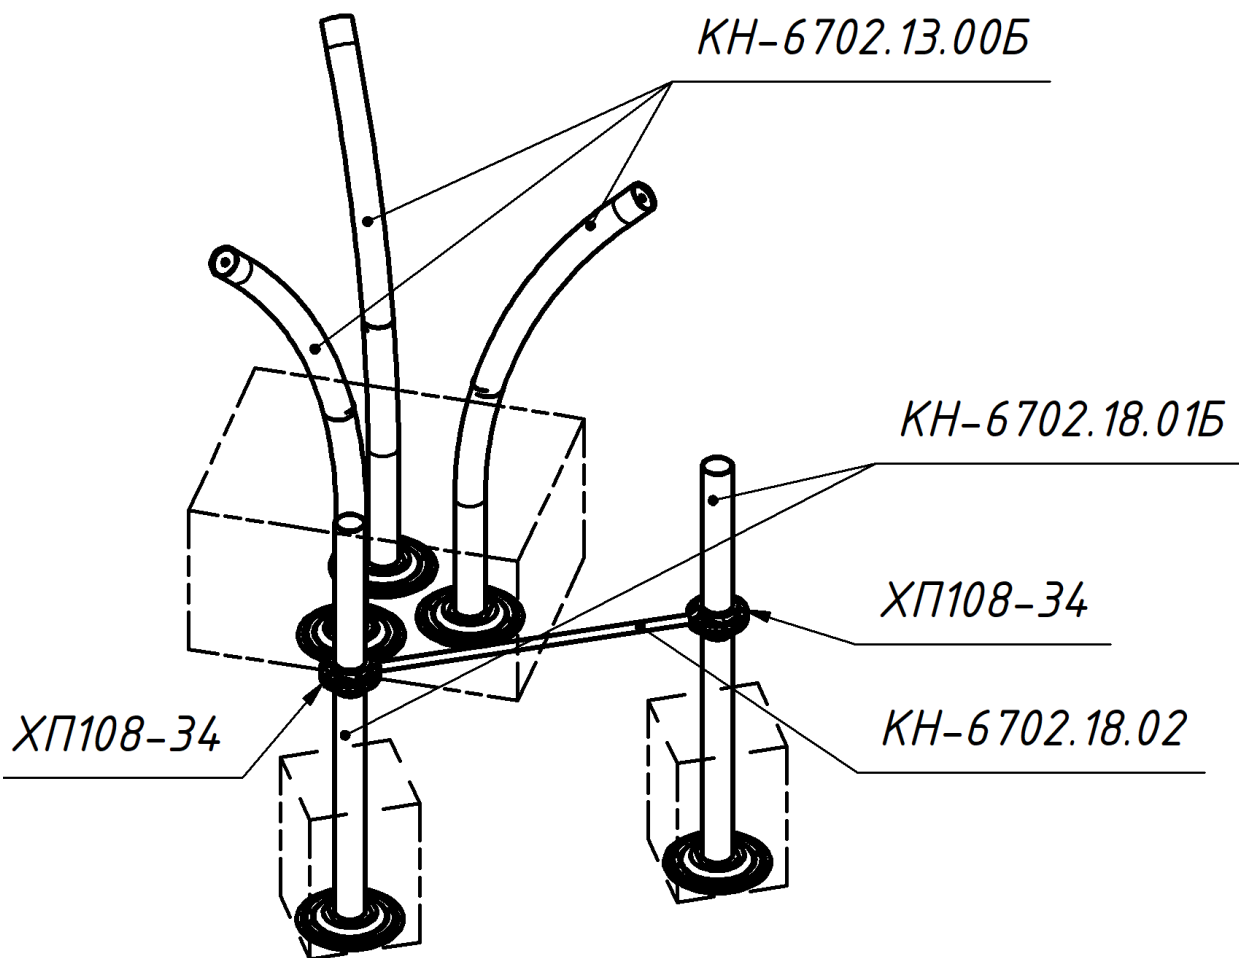

Рис. 7 Схема установки опор.
24.3. Установить опоры в опалубку согласно (Рис. 7).